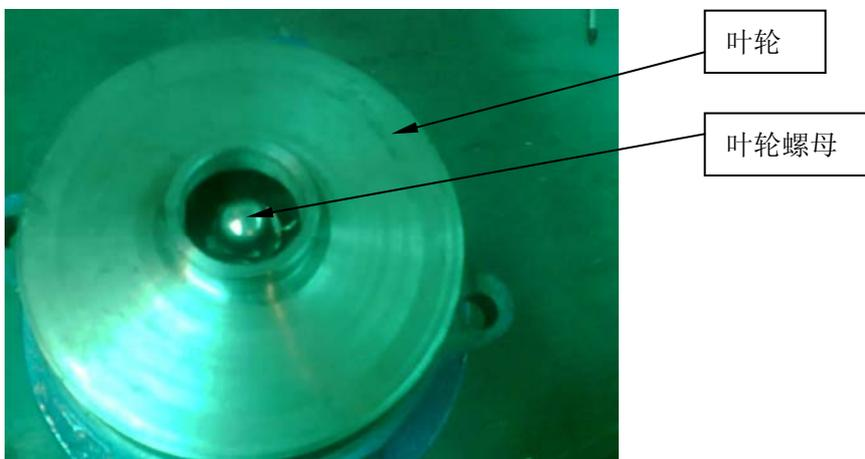

图 2
- b) 用套筒扳手（14mm）将叶轮螺母卸掉(图 2), 用三爪拉马将叶轮与轴分离。